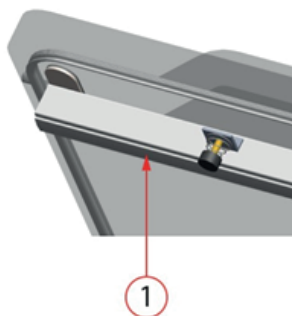

Figura 8: Sustitución de la goma de silicona de los soportes de silicona
1. Tire de la goma de silicona antigua para sacarla del soporte, consulte la Figura 8: Sustitución de la goma de silicona de los soportes de silicona en la página 33.